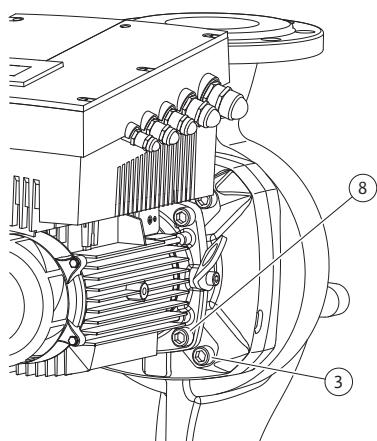

Fig. 50: Fäste av instickssatsen som alternativ
11. Lossa och ta bort skruvarna (fig. 7, pos. 3). Beroende på pumptyp ska de ytterre skruvorna (fig. 50, pos. 3) tas bort. När skruvarna har tagits bort sitter instickssatsen (se fig. 13) säkert i pumphuset. Inte heller när motoraxeln befinner sig i horisontellt läge föreligger det någon välningsrisk.
16. Beroende på pumptyp ska skruvarna (fig. 7, pos. 10) eller alterna- tivt skruvarna (fig. 50, pos. 8) lossas.
22. Skjut lanternan försiktigt över axeln och placera den på den gamla platsen eller i ett annat vinklat läge till motorflänsen. Observera komponentens tillåtna monteringspositioner (se kapitel 7.1 "Tillåtna monteringslägen och ändring av komponentplaceringen före installationen" på sidan 19). Fäst lanternan på motorflänsen med skruvarna (fig. 7, pos. 10) **eller** – vid pumptyper/lanternetyper enligt (fig. 50) – skruvarna (fig. 50, pos. 8).